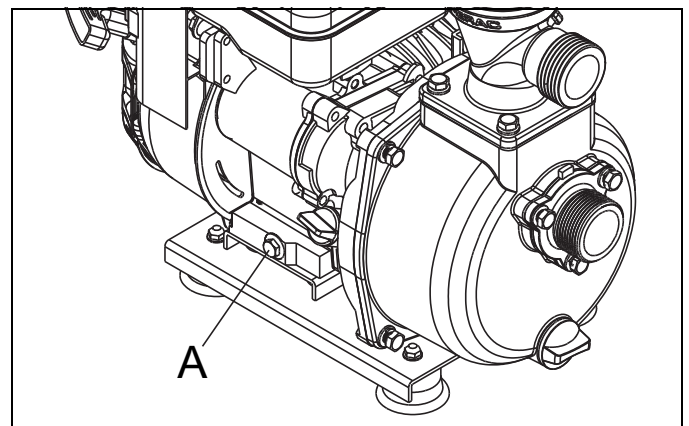
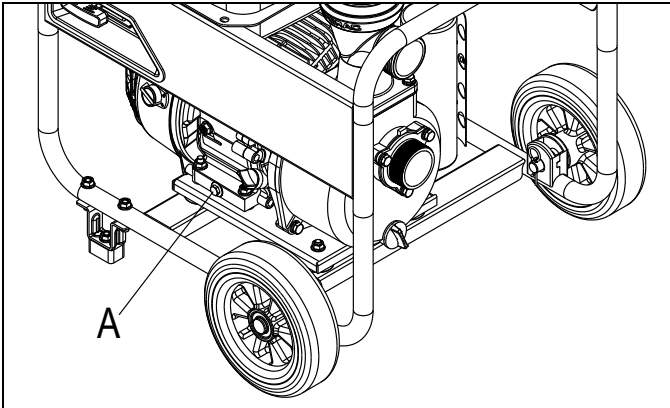

Figura 6-3. Tapón de vaciado de aceite CW15
Figura 6-4. Tapón de vaciado de aceite ST20
3. Limpie la zona alrededor del tapón de vaciado de aceite (A) (Figura 6-3.) y (Figura 6-4.). El tapón de vaciado de aceite está ubicado en la base del motor.